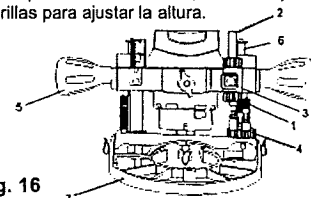

Fig. 16
1. Haga subir la barra para medir la profundidad del fresador penetrante, girando la tuerca de sujeción inferior del medidor de profundidad (1) en sentido contrario a las agujas del reloj hasta que quede al fondo de la barra (2) (vea la fig. 16). Oprima el botón de cierre rápido del medidor de profundidad (3) y suba la barra del medidor de profundidad al máximo, soltando luego el botón.
2. Gire el revólver penetrante (4) hasta que el tornillo medidor más corto quede debajo de la barra del medidor de profundidad (2).
3. Afloje ambas perillas para ajustar la altura (5) en sentido contrario a las agujas del reloj.